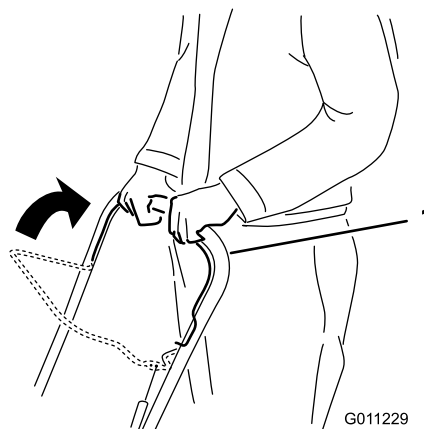

**Figure 13**
4. Tirez sur la poignée du lanceur (Figure 13).